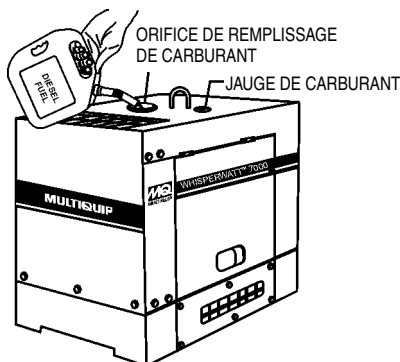

Figure 11. Ajout de carburant
2. Si le niveau de carburant est trop bas, retirez le bouchon du réservoir (Figure 11) situé sur le dessus du générateur et remplissez après avec du carburant diesel # 2 propre.